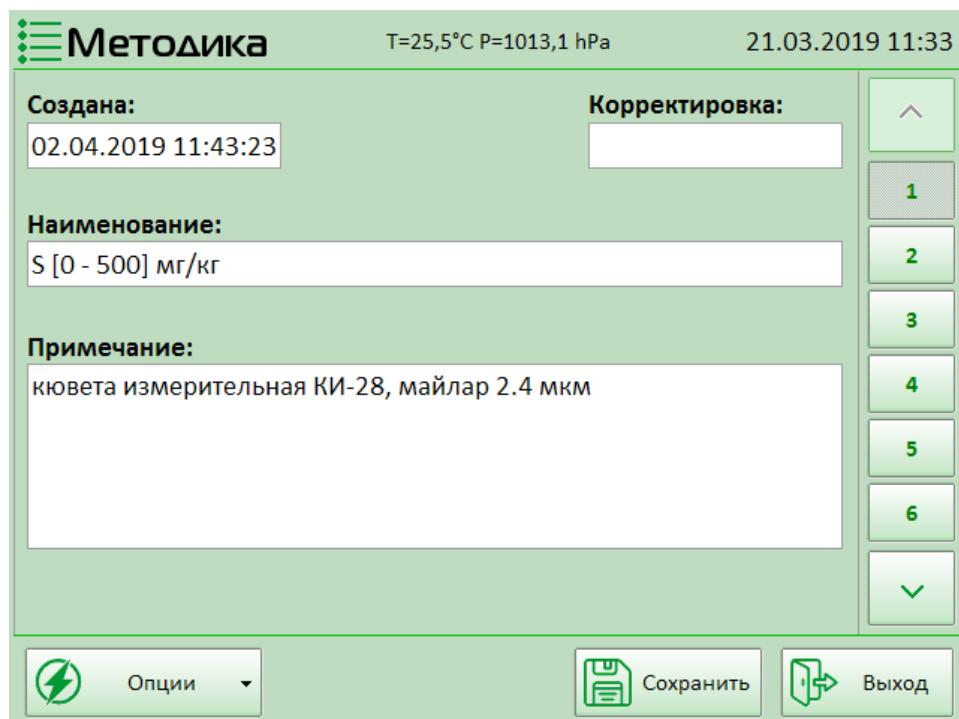

Рисунок 27
- 13.7.5 Для создания новой методики (градуировки) следует нажать кнопку **Создать**. Появится окно задания параметров новой методики (Рисунок 27).